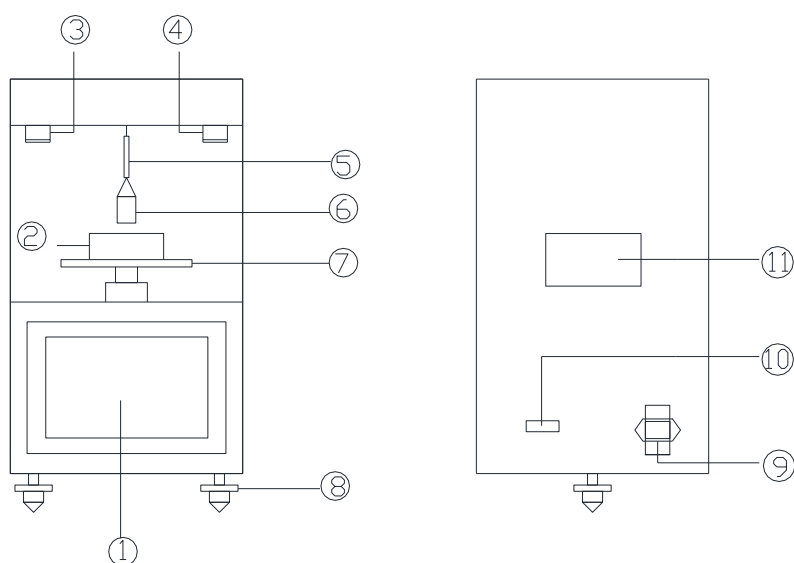

图 1
四、结构特征 (图 1)
1.1 观察界面“零点标定”后面不断变动的数据，在保证铂环灼烧洁净的条件下用“零点微调”（图 1 中 3）微调至 1~10 之间。点击“零点标定”后面的黑色显示框。
用“满量程微调”（图 1 中 4）微调至 3650-3700 之间。点击“满量程标定”后面的黑色显示框。点击标定范围，弹出数字对话框，输入对应的质量值（1100）mg。仪器会自动在毫牛处显示对应的扭力值。